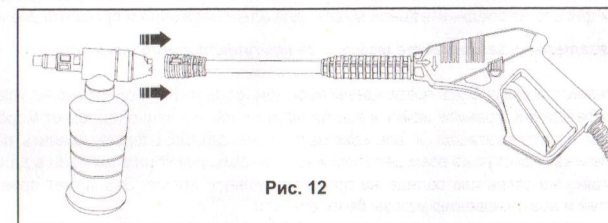

Рис. 12
- Соедините распылитель с пистолетом (См. Рис.12).